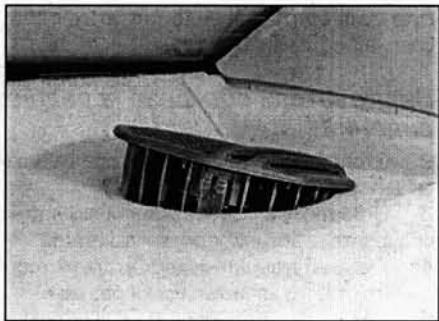

Рис. 21.8.б. Снятие динамика, устанавливаемого в задней полке (седан)
- 8 На моделях с кузовом седан под полкой сожмите фиксаторы динамика и надавите на динамик вверх (рис. 21.8, а-б). Отсоедините электрический разъём.